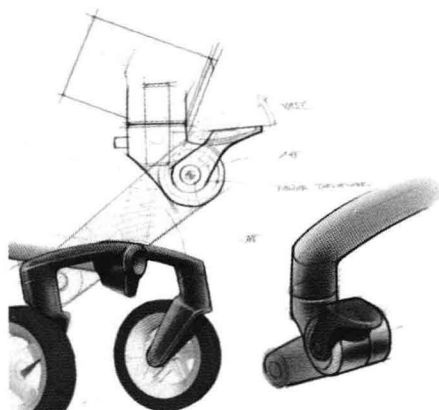

图 1-17 注释工具
**注释工具**——轻松评估和审核设计。充分利用整个屏幕空间，并且只使用需要的界面元素。Alias 软件为您提供了一整套注释工具，其中包括书签、全屏功能、铅笔和标记笔，如图 1-17 所示。